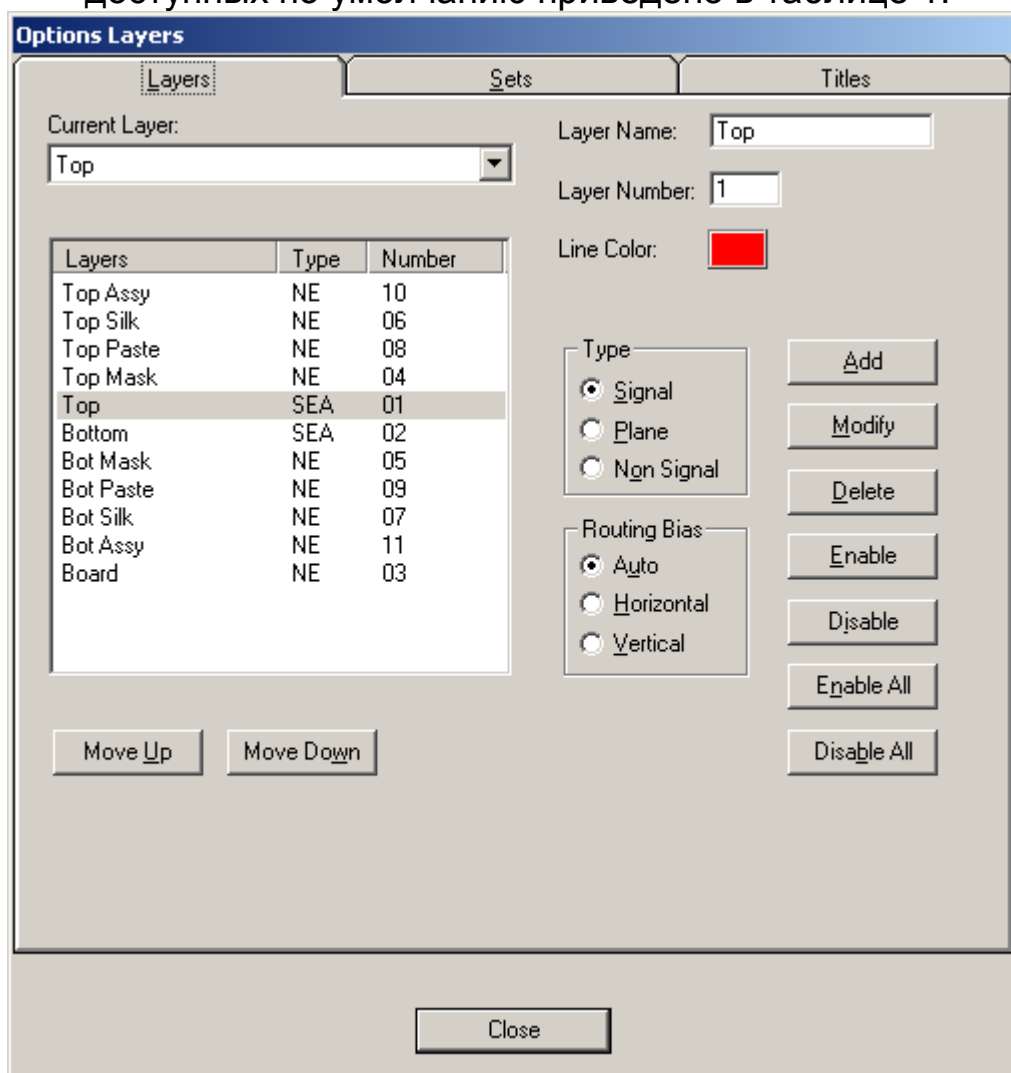

Рис. 6 Команда **Options Layers**, вкладка **Layers**
3.1 Откройте команду **Options**→**Layers**, вкладка Layers и ознакомьтесь с ее содержимым (рис. 6). Назначение слоев доступных по умолчанию приведено в таблице 1.